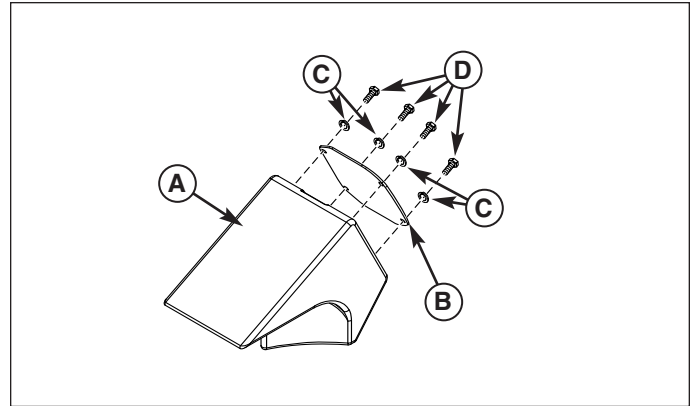

Figure 12. Plaque Installation
1. Fixer la plaque (B, Figure 12) sur le bouchon de mulch (A) au moyen de vis de 1/4-20 x 3/4 (D) et de rondelles-freins de 1/4 (C).